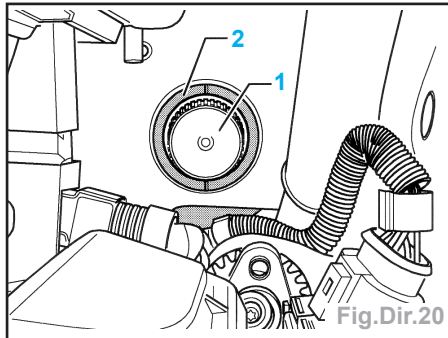

Fig.Dir.20
- Désolidariser la barre de direction/la rotule de barre de direction (2) des deux côtés du tirant de direction au moyen de l'extracteur.
- Retirer le bouchon fileté (1) pour le réservoir d'huile hydraulique du groupe moto-pompe (2) (Fig.Dir.20).